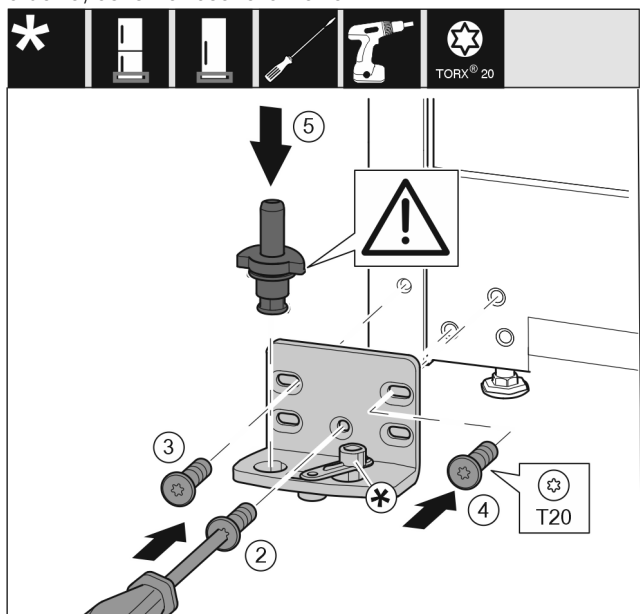

Fig. 16
- ▶ Helyezze fel a csapágybakot a másik oldalra, és csavarozza fel csavarhúzóval. Kezdje alul, a középső csavarral Fig. 16 (2).
- ▶ Húzza meg a csavart Fig. 16 (3) és a csavart Fig. 16 (4).
- ▶ Helyezze be teljesen a csapszeget Fig. 16 (5). Ugyeljen közben arra, hogy a reteszelő bütyök hátrafelé mutasson.